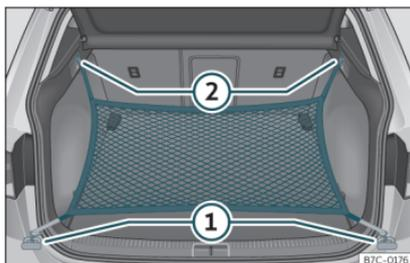

Fig. 118 Nel bagagliaio: occhielli (1) e ganci (2) per il fissaggio della borsa rete.
- Fissare i ganci corti della rete agli occhielli di ancoraggio»» fig. 118 (1) »» ⚠. La cerniera della tasca dev'essere rivolta verso l'alto.
- Fissare le cinghie nei ganci per appendere borse (2)